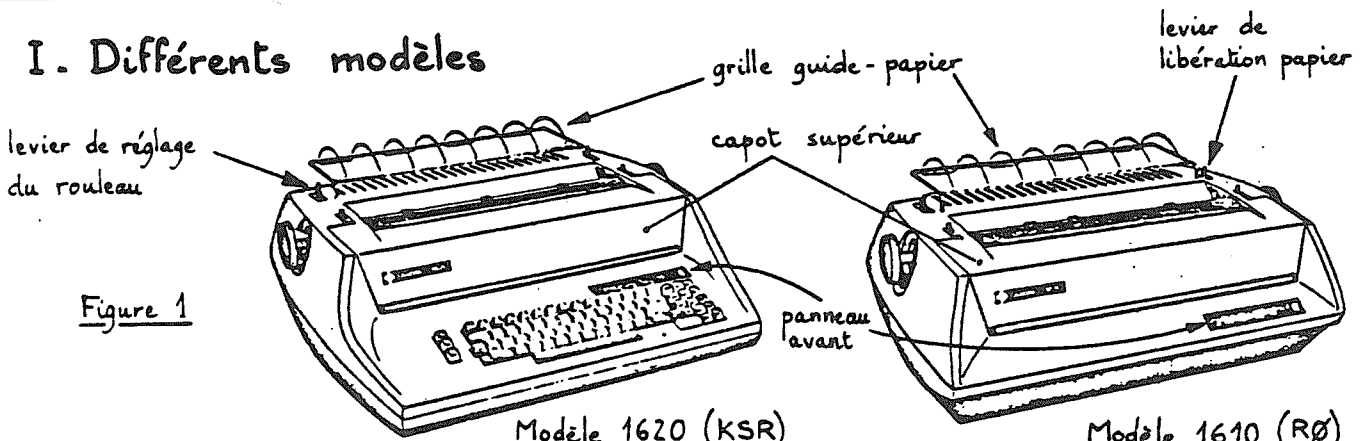
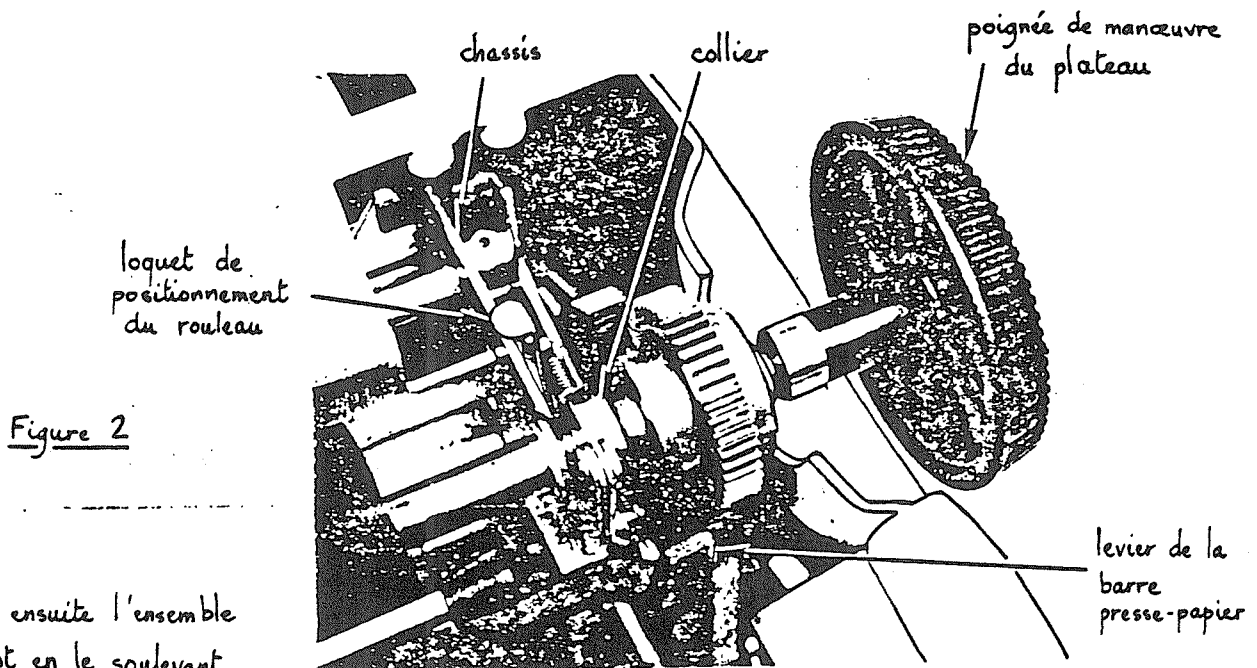
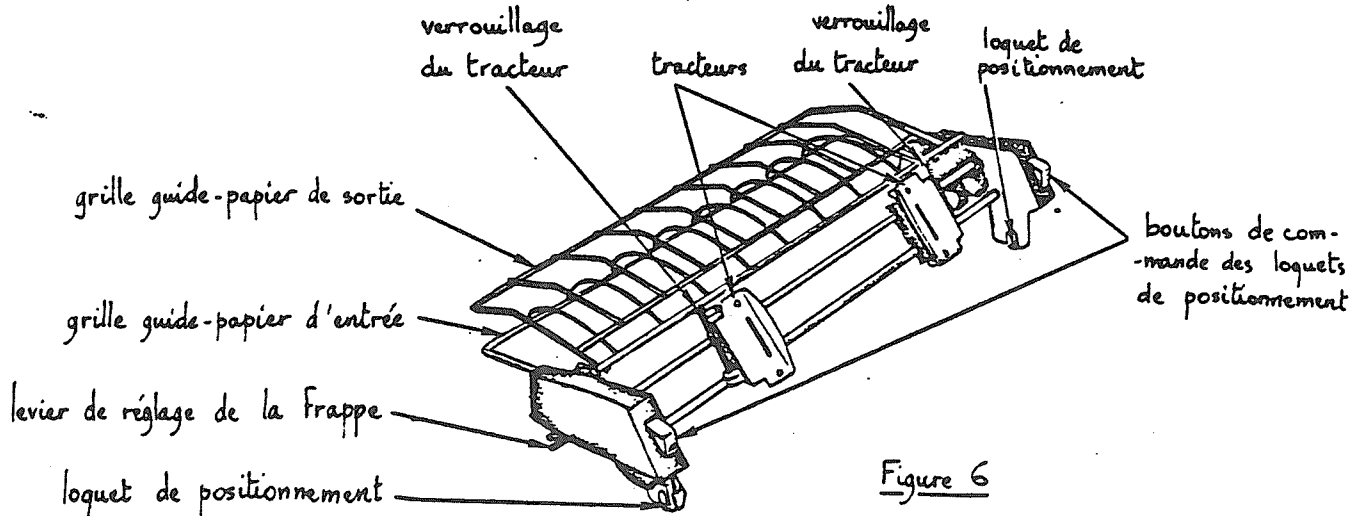
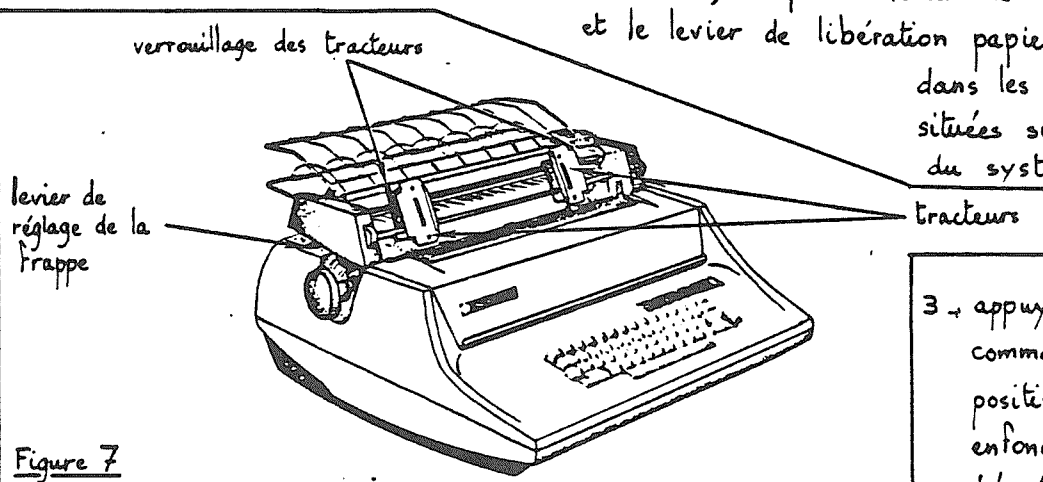

Figure 1
Figure 2
Figure 6
Figure 7
Enlever les 4 boulons de fixation de l'imprimante au fond de l'emballage (Ne pas enlever les 4 vis de fixation des "silent-blocs" situés à chaque coin de l'imprimante) Sortir l'imprimante (ne pas la prendre par le capot supérieur: fig. 1) et la
- Soulever le capot supérieur (Fig. 1)
- Enlever le rouleau, en écartant la barre presse-papier (Fig. 2), puis en appuyant du doigt sur les deux loquets de positionnement du rouleau (Fig 2)
- Eventuellement, installer le système d'entraînement par tracteurs (fig.6)
Pour cela ; 1. tirer vers l'avant le levier de libération papier (fig.1) et le levier de la barre presse-papier (fig.2)
2. amener le système d'entraînement au dessus de l'imprimante (fig.7) de manière que les loquets de positionnement (fig.6) soient posés sur l'axe du rouleau, et que le levier de réglage du rouleau (fig1) et le levier de libération papier (fig.1) s'encastrent
3. appuyer sur les boutons de commande des loquets de positionnement (fig.6) et enfoncer en position le système d'entraînement
4. Vérifier que le levier de libération papier (fig1) est toujours en position tirée vers l'avant, et que le levier de la barre presse-papier (fig.2) revient bien en position repoussée. (positions de fonctionnement normal)
5. Vérifier qu'une action sur le levier de réglage de la frappe (fig.7) est bien transmise au levier de réglage du rouleau (Fig1) par la fourchette située sur le bord intérieur gauche du système d'entraînement par tracteurs.
- Sur le panneau avant (fig.1 et 8) basculer l'interrupteur POWER sur OFF